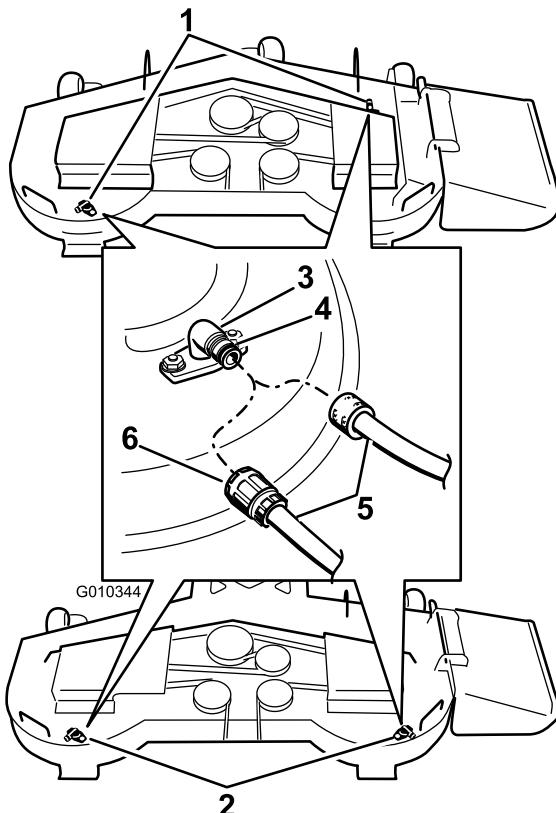

Figura 72
3. Montate il manicotto del tubo flessibile sul raccordo di lavaggio del tosaerba, quindi aprite il rubinetto per erogare un getto forte (Figura 72).